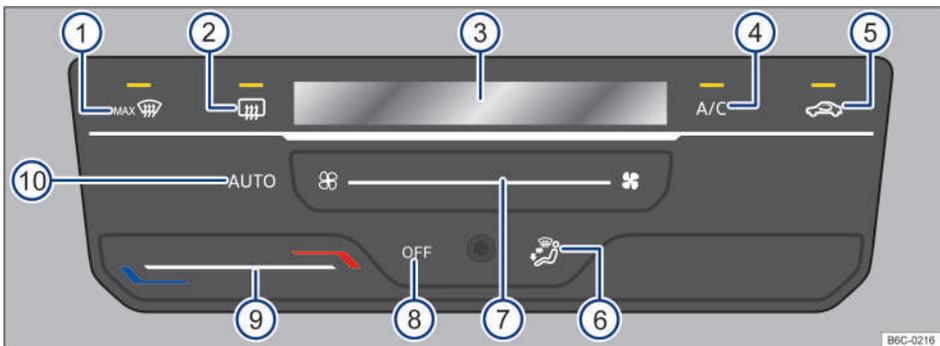

Fig. 85 Mandos del Climatronic.
- Climatronic: toque la superficie funcional OFF → fig. 85 (8).
Tocando la superficie funcional  → fig. 85 (10) se puede encender el modo automático del Climatronic.
El modo automático garantiza temperaturas constantes dentro del vehículo. La temperatura del aire, el volumen de aire y la distribución de aire se regulan automáticamente. El funcionamiento automático se apaga cuando la ventilación se cambia manualmente → fig. 85 (7) o cambiando la distribución del aire a través de la superficie funcional → fig. 85 (6).
- Climatronic: toque el botón de función  → fig. 85 (4) para encender y apagar la operación de enfriamiento.
- Climatronic: deslice el dedo debajo de la botón de función → fig. 85 (9).
En la pantalla del Climatronic → fig. 85 (3) se indica la temperatura ajustada.
- Climatronic: deslice el dedo debajo de la botón de función → fig. 85 (7).
- Climatronic: tocar el botón de función  → fig. 85 (5).
- Climatronic: tocar el botón de función → fig. 85 (6) a la posición deseada, la distribución seleccionada se indicará en la pantalla (3).
- Climatronic: tocar el botón de función  → fig. 85 (1).
- *Climatronic*: tocar el botón de función  → fig. 85 .